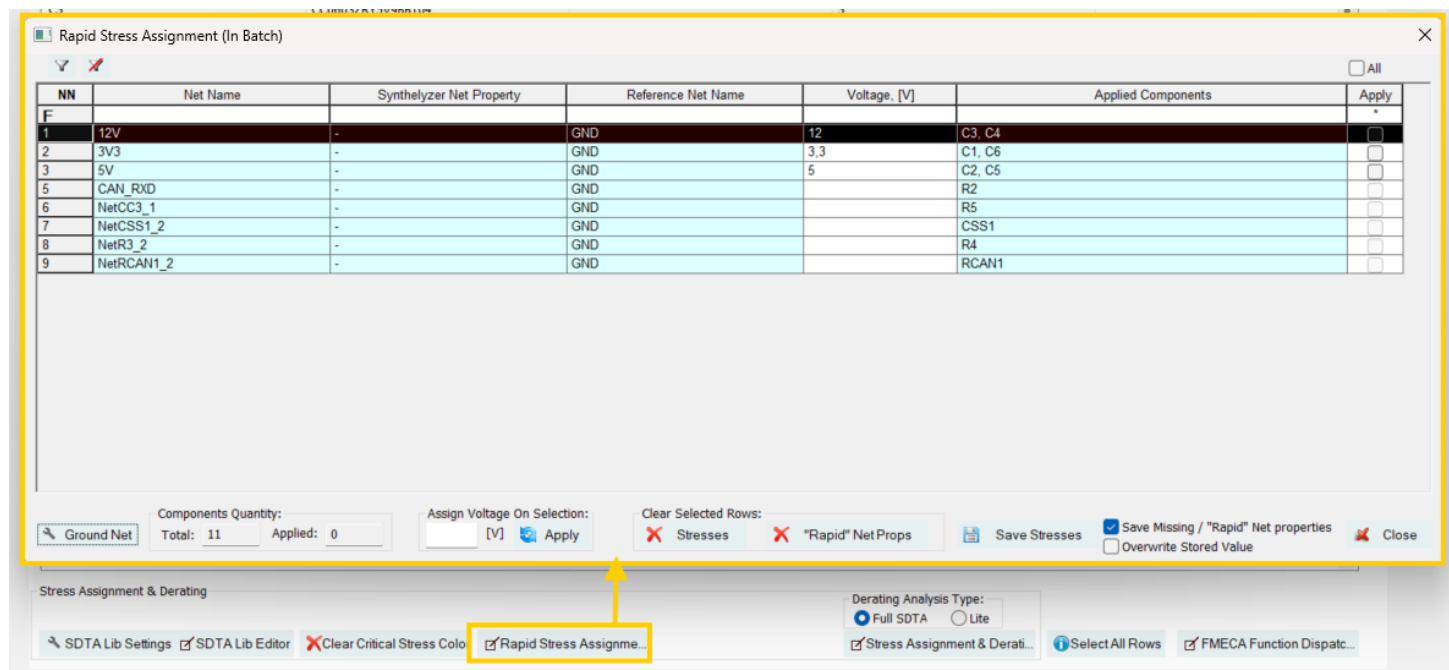

Figure 27. Fenêtre Rapid Stress Assignment (In Batch)
- ✓ La première méthode consiste à sélectionner **Derating & FMECA » Rapid Stress Assignment (In Batch)**. La fenêtre associée s'ouvre alors (*Figure 27*).